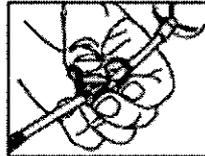

Figura 14
3. Cebe el **tubo intermedio** abriendo la pinza situada bajo la cámara de presión (figura 14).